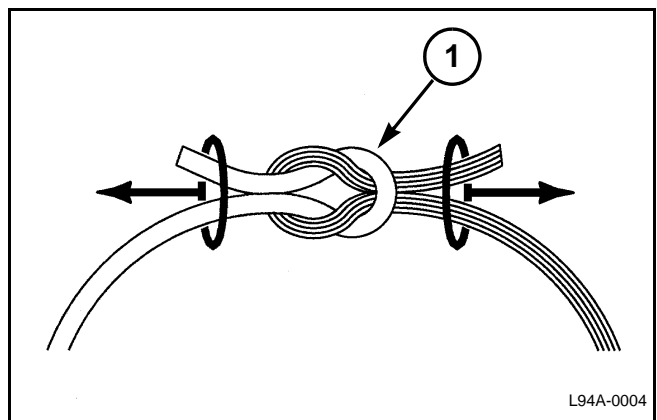

FIG. 45
FIG. 45: Amarre las cuerdas con un nudo cuadrado (1). Tire de las cuerdas para hacer que el nudo sea lo más pequeño y apretado posible. Corte los extremos sueltos de las cuerdas a una longitud de 50 a 100 mm (2 a 4 pulg).